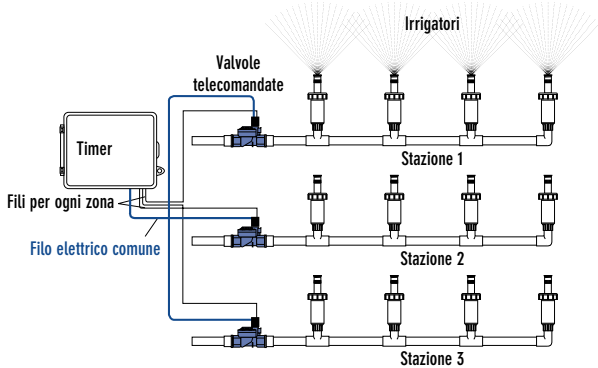

Figura 13: Collegamento dei fili del timer alle valvole
- Collegare uno dei fili di ciascuna valvola (non importa quale) al filo "comune" dell'irrigatore (generalmente bianco). [Vedi Figura 13]